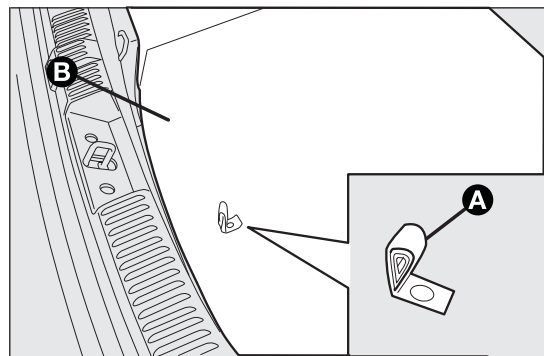

fig. 123
- ☐ couper le moteur, serrer le frein à main et engager la première vitesse ou la marche arrière ; en utilisant la poignée A déposer le revêtement rigide préformé B fig. 123 ;